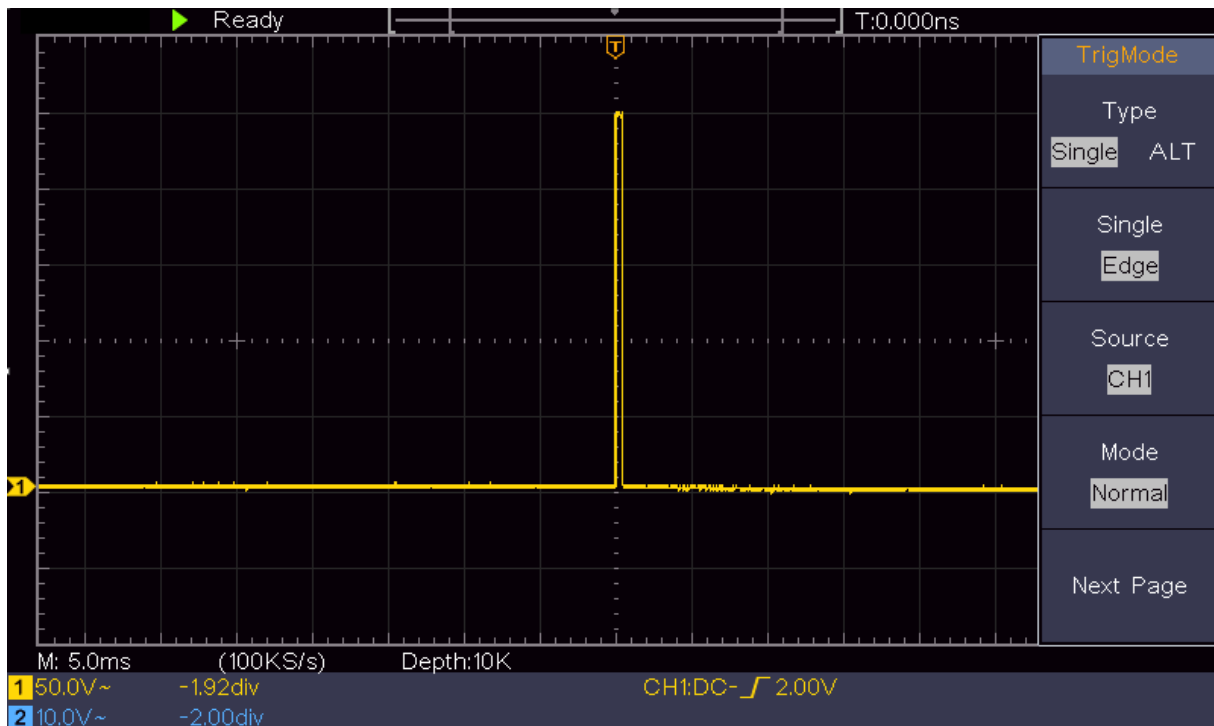

Abbildung 6–3 ein einzelnes Signal erfassen
- (2) Stellen Sie mit den Reglern "Vertikale Skala" und "Horizontale Skala" einen geeigneten vertikalen und horizontalen Bereich für das zu beobachtende Signal ein.
- (3) Drücken Sie die Schaltfläche Acquire, um das rechte Menü anzuzeigen.
- (4) Wählen Sie im rechten Menü Acq Mode als Peak Detect.
- (5) Drücken Sie die Trigger-Menü-Taste, um das rechte Menü anzuzeigen.
- (6) Wählen Sie im rechten Menü Typ als Single.
- (7) Wählen Sie im rechten Menü Single als Edge.
- (8) Wählen Sie im rechten Menü Quelle als CH1.
- (9) Im rechten Menü drücken Sie Nächste Seite, wählen Sie Kopplung als DC.
- (10) Im rechten Menü wählen Sie Slope als  (steigend).
- (11) Drehen Sie den Trigger Level-Regler und stellen Sie den Triggerpegel auf ungefähr 50% des zu messenden Signals ein.
- (12) Überprüfen Sie die Triggerzustandsanzeige oben auf dem Bildschirm, wenn sie nicht bereit ist, drücken Sie die Run / Stop-Taste und starten Sie die Erfassung, warten Sie, bis der Trigger ausgelöst wird. Wenn ein Signal den eingestellten Triggerpegel erreicht, wird eine Abtastung durchgeführt und dann auf dem Bildschirm angezeigt. Durch Verwendung dieses Ansatzes kann ein zufälliger Impuls leicht erfasst werden. Wenn wir beispielsweise einen Burst-Burr mit hoher Amplitude finden möchten, stellen Sie den Triggerpegel auf einen etwas höheren Wert des durchschnittlichen Signalpegels ein, drücken Sie die Run / Stop-Taste und warten Sie einen Trigger ab. Sobald ein Grat auftritt, wird das Instrument automatisch ausgelöst und zeichnet die Wellenform während des Zeitraums um die Triggerzeit auf. Durch Drehen des Drehknopfes für die horizontale Position im horizontalen Kontrollbereich des Panels können Sie die horizontale Triggerposition ändern, um die negative Verzögerung zu erhalten. Dies ermöglicht eine einfache Beobachtung der Wellenform vor dem Grat (siehe Abbildung 6 3).